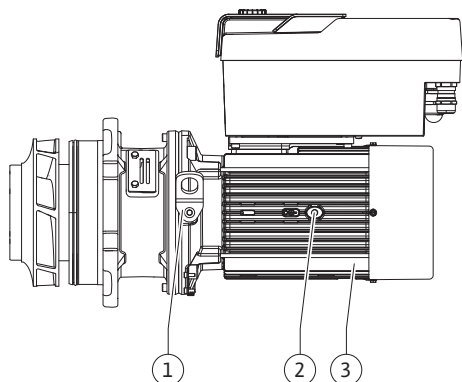

Fig. 102: Вставний модуль
13. Завести модуль (див. Fig. 102) у корпус насоса в попереднє або інше бажане кутове положення. Потрібно враховувати допустимі монтажні положення компонентів (див. главу «Допустимі монтажні положення та зміна розташування компонентів перед установкою» [► 139]).